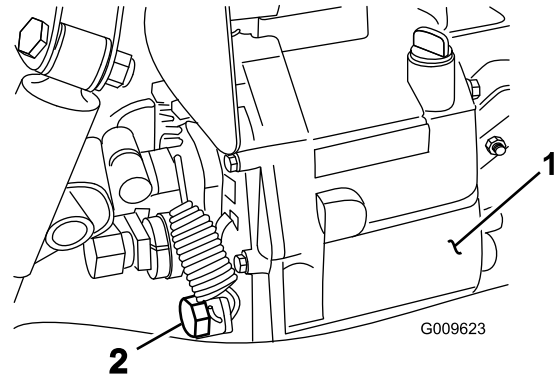

Figura 68
2. Retire el tapón de vaciado del lado del depósito y deje que se drene el aceite hidráulico en el recipiente (Figura 68).